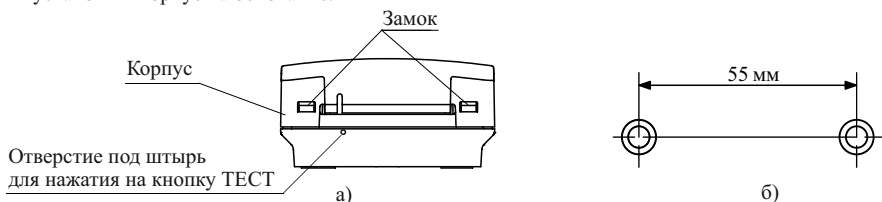

Рисунок 3
- отсоединить корпус от основания, нажав отверткой на замки внизу корпуса (рисунок 3 а). Кнопка УДП при этом должна быть в ненажатом положении;
- в соответствии с проектом произвести разметку места установки УДП (рисунок 3 б), просверлить два отверстия и вставить дюбели под шуруп диаметром 4 мм;